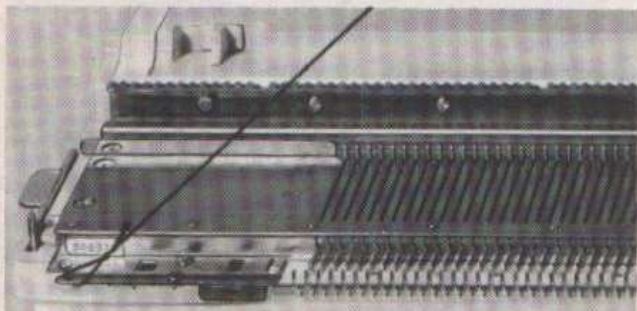

Fig. 55
- Faire l'enfilage de la laine dans le pêcheur et, après avoir formé une boucle, accrocher le bout de la laine à l'extrémité gauche de la fonture (fig. 55),